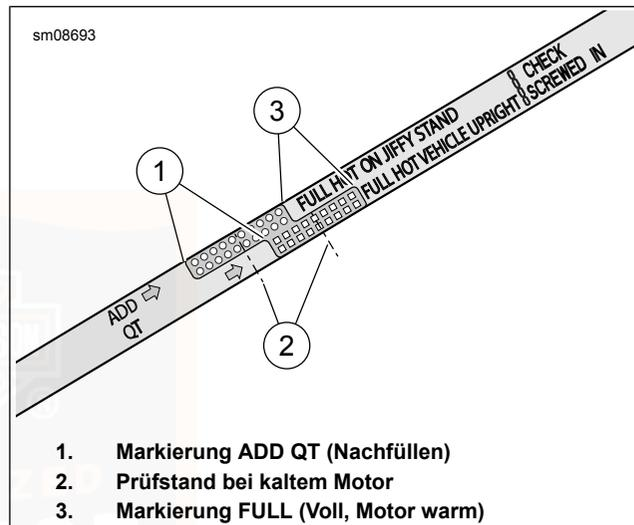

Abbildung 65. Motorölmessstab
Siehe Abbildung 65. Bei der Prüfung des Ölstands die Anzeige FULL HOT VEHICLE UPRIGHT (Voll, heiß, Fahrzeug aufrecht) verwenden.
3. Siehe Abbildung 65. Einfüllverschlussstopfen/Ölmesstab entfernen. Unter Verwendung der Anzeige FULL HOT VEHICLE UPRIGHT (Voll, heiß, Fahrzeug aufrecht) auf dem Ölmesstab den Ölstand prüfen. Der korrekte Ölstand sollte auf halbem Wege (2) zwischen den Markierungen ADD QT (Nachfüllen) und FULL HOT (Voll, heiß) auf dem Ölmesstab stehen.
6. Ölstand prüfen. Nur so viel Öl nachfüllen, um den Füllstand zwischen die Ölmesstab-Markierungen ADD QT (1) und FULL HOT (3) zu bringen.
4. Siehe Abbildung 65. Einfüllverschlussstopfen/Ölmesstab entfernen. Unter Verwendung der Anzeige FULL HOT VEHICLE UPRIGHT (Voll, heiß, Fahrzeug aufrecht) auf dem Ölmesstab den Ölstand prüfen. Der Füllstand muss zwischen den Markierungen ADD QT (1) (Nachfüllen) und FULL HOT (3) (Voll, heiß) liegen. Nur so viel Öl nachfüllen, dass der Ölstand die Markierung FULL HOT (Voll, heiß) des Ölmesstabs erreicht. Nicht zu viel einfüllen.